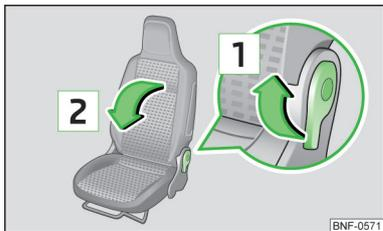

Fig. 48
- Tirez la manette dans le sens de la flèche **1** » fig. 48.